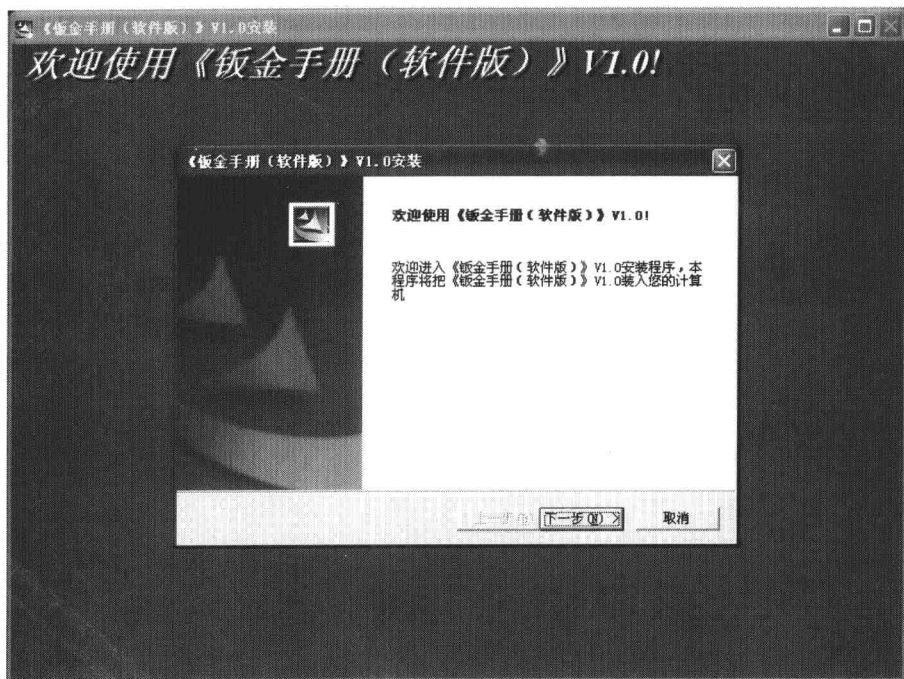

图 1.1 欢迎界面
- （2）双击安装盘中的安装程序 Setup.exe，用户首先看到的是欢迎界面，如图 1.1 所示。